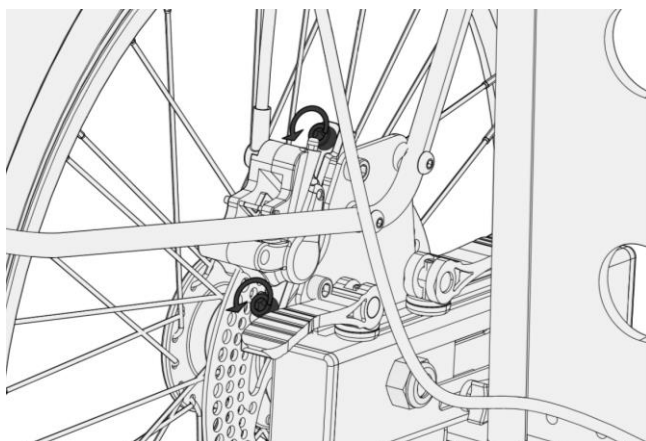

Figure 52 - Vue des vis à desserrer pour équilibrer les freins
- Desserrez l'étrier de frein très légèrement à l'aide d'une clé Allen de taille 5 pour qu'il puisse être mobile (Cf. figure 52) ;